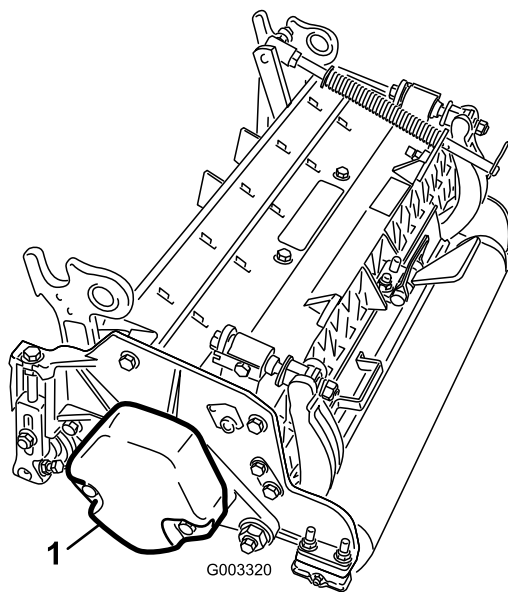

Figure 4
4. Veillez à monter le contrepoids (Figure 4) du bon côté sur chacun des plateaux de coupe, comme expliqué dans le *Manuel de l'utilisateur* des plateaux de coupe.